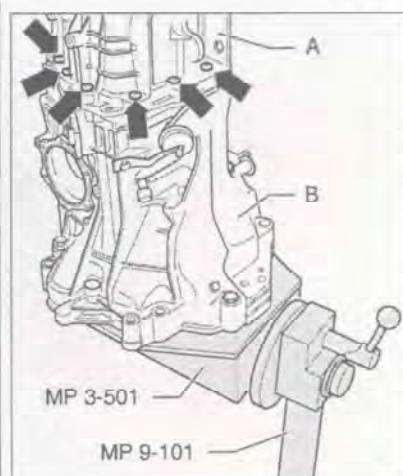

Рис. 7.56. Отверните болты (стрелки) и отделяйте корпус коробки передач (A) от картера сцепления/главной передачи (B).
9. Отверните болты (стрелки) и отделяйте корпус коробки передач (A) от картера сцепления/главной передачи (B) (рис. 7.56).
25. Проверьте наличие в корпусе коробки передач направляющих втулок, установите корпус (A) на картер сцепления (B) и затяните болты крепления (стрелки) (рис. 7.56).